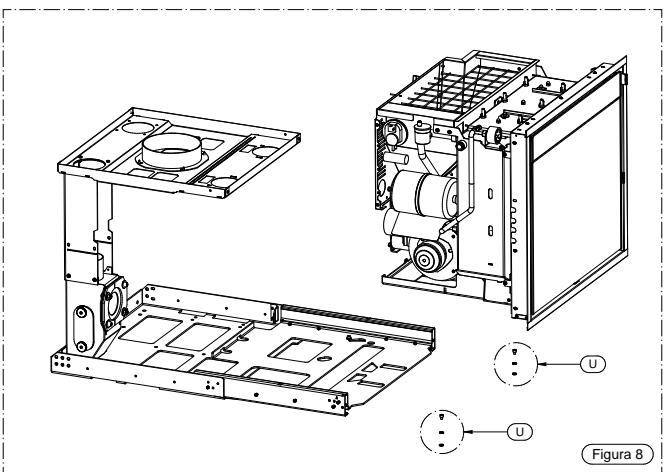

Figura 8
- Procedere poi (se non già fatto precedentemente) a posizionare l'inserto sopra alla base mobile fissandolo alla base stessa attraverso le 2 viti U (vite tcei m6x10 e relative rondelle) (Figura 8).